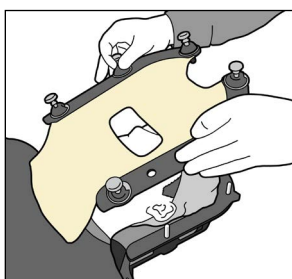

Fig. 10
3. För den anteriora termoplastmasken över patienten med start från övre bröstet, tills ansiktsöppningens inferiora kant vidrör understa delen av patientens näsa. Placera sedan ansiktsöppningens superiora kant 2 cm superiort om arcus superciliaris. Dra masken nedåt mot Encompass-enheten så att antingen örats tragus eller hårfästet är synligt i masköppningen, beroende på anatomin. (Fig. 10–11a)